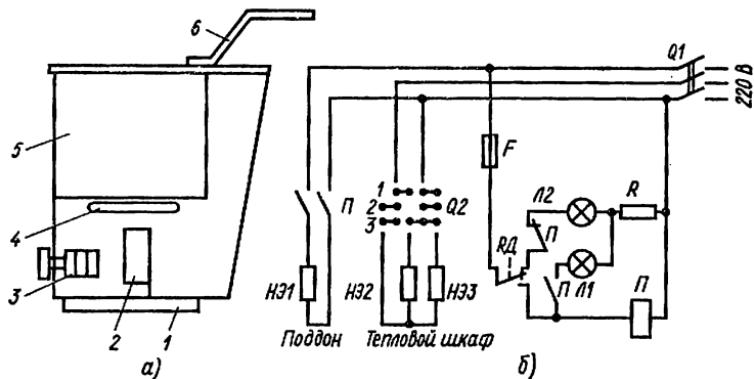

Рис. 35. Общий вид (а) и схема (б) электромармита:
**Электромармит ЭПМ-5** (рис. 35). Это устройство предназначено для поддержания пищи в нагретом состоянии. При его техническом обслуживании и ремонте проверяют схему соединений, исправность аппаратуры. Поврежденную, не поддающуюся ремонту аппаратуру, заменяют новой. Проверяют сопротивление изоляции внутренней проводки, которое должно быть не менее  $0,5 \text{ M}\Omega$ , при нарушении изоляции ее заменяют проводами с аналогичными заводской проводке техническими характеристиками или подсушивают существующую. Проверяют переключатели ПКП-3, которые должны четко фиксировать положения «отключение» или «включение», проверяют пакетные выключатели  $Q1$  на вводе и в случае незначительных повреждений (см. гл. II) их устраниют или заменят новыми. Заменяют перегоревшие сигнальные лампы  $L1$ ,  $L2$  и предохранители  $F$ . Проверяют, очищают от грязи и пыли и зачищают контактную поверхность вводного щитка 2. Прове-